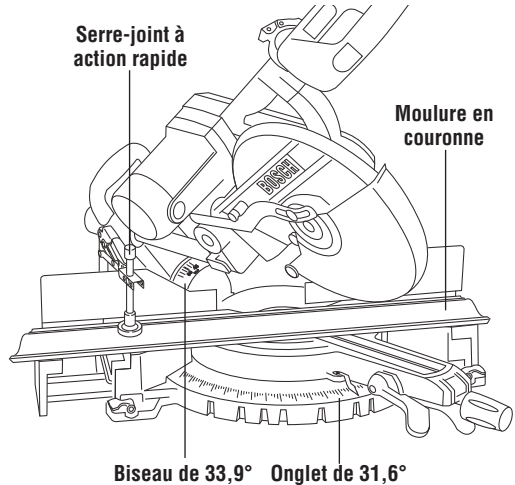

Figure 35. Moulure en couronne reposant à plat
1. Pour les coins à 90°, réglez les angles d'onglet et de biseau en vous aidant des tableaux ci-dessous. Serrez le bouton de blocage de l'onglet et le bouton de blocage du biseau (Figure 35).